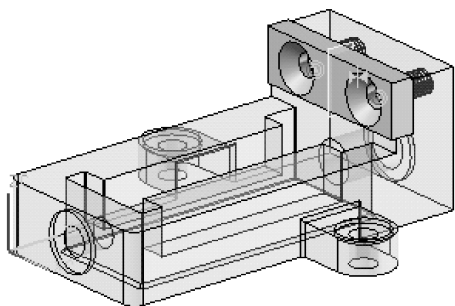

图 7-90 装配钳口板
- 08 单击对话框中【确定】按钮，钳口板被装配到底座上，如图 7-90 所示。